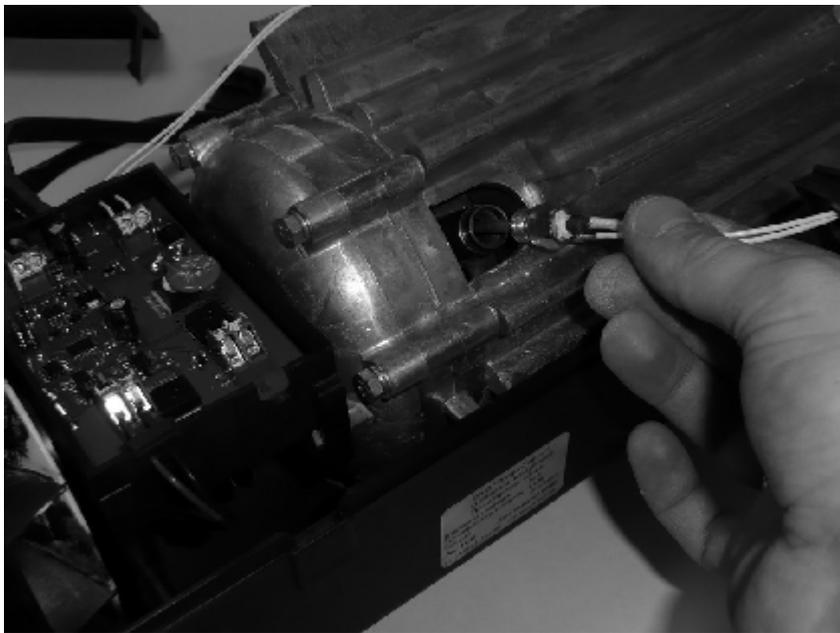

Рисунок 10
- вынуть свечу из отопителя (см. рис. 10). Перекручивание проводов не допускается.